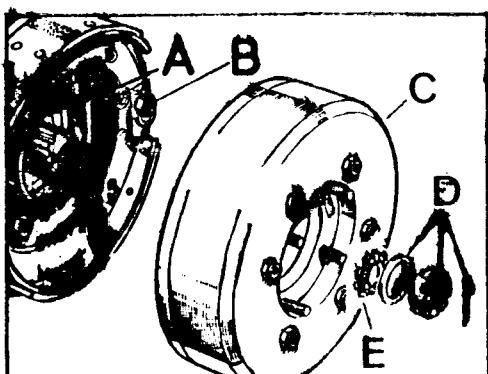
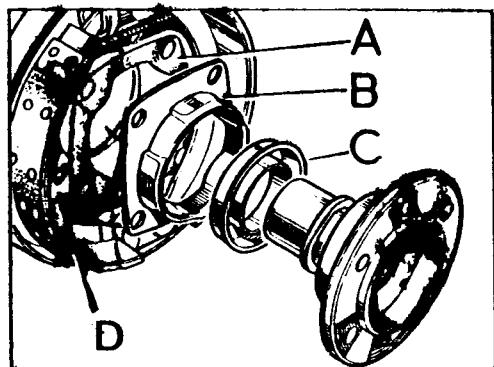

Fig. C-22 Brida de salida y tambor de freno
Fig. C-23 Retén de aceite para el freno a la transmisión
- 1.4. Retirar los elementos de fijación del tambor, D (Fig. C-22), y aflojar el -- ajustador del freno.
- 1.5. Desmontar el conjunto, C (Fig. C-22)
NOTA: El deflector de aceite, B (Fig. C-23) y la junta, A, evitan que las fugas de aceite de la caja del velocímetro, pudieran llegar hasta el freno a la transmisión.
- 2.1. Extender una capa de compuesto sellador en ambos costados de la junta, A -- (Fig. C-23) apretando las tuercas, B (Fig. C-22) al par de 1.3 á 1.8 mkg. - Continuar el montaje en órden inverso, apretando la tuerca, D, al par de -- 11,75 mkg.